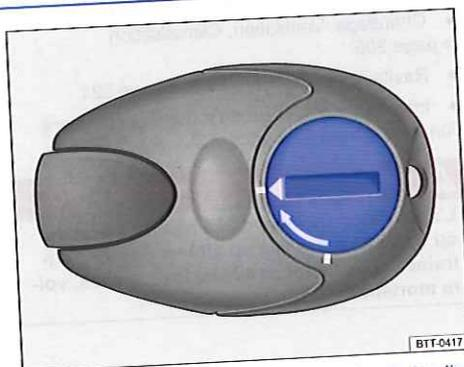

Fig. 202 Chauffage stationnaire : cache de la pile de la radiocommande
- Pour ouvrir le cache, tournez la fente dans le sens inverse de la flèche jusqu'au repère à l'aide d'un objet plat et non pointu (par ex. une pièce de monnaie) ⇒ fig. 202.
- Mettez en place la pile neuve. Respectez la polarité et utilisez des piles du même type ⇒ ①.